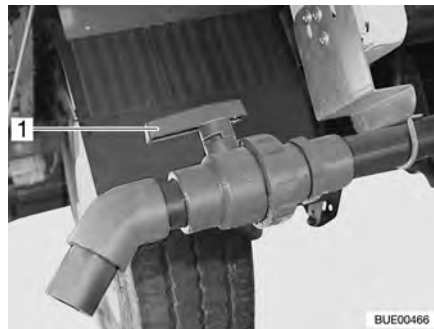

Fig. 204 Llave de desagüe
- Girar el tirador (Fig. 204,1) de la llave de desagüe a la posición en dirección de la circulación.